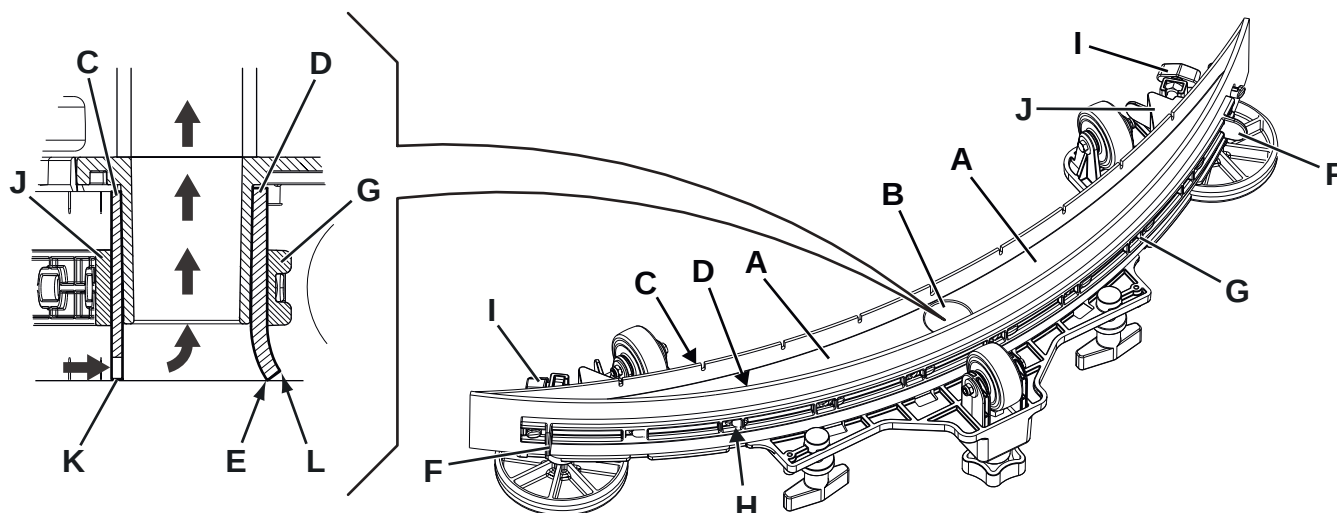

Figure 11
2. S'assurer que la machine est éteinte avec la clé opérateur (41) retirée.
3. Desserrer les boutons (14) et déposer l'embouchure (29).
4. Laver et nettoyer l'embouchure. Nettoyer en particulier les compartiments (A, Fig. 11) et l'orifice (B) de la saleté et des déchets. Contrôler que la lamelle en caoutchouc avant (C) et la lamelle en caoutchouc arrière (D) sont intactes et qu'elles ne présentent pas de coupures ou déchirures ; en cas contraire, les remplacer comme indiqué au paragraphe suivant.
2. Contrôler que la lamelle en caoutchouc avant (C, Fig. 11) et la lamelle en caoutchouc arrière (D) sont intactes et qu'elles ne présentent pas de coupures ou déchirures ; en cas contraire, les remplacer en procédant comme suit. Contrôler que l'arête avant (E) de la lamelle en caoutchouc arrière n'est pas usée ; en cas contraire, tourner la lamelle en caoutchouc, en remplaçant l'arête usée avec l'une des trois arêtes intactes. Si toutes les arêtes sont usées, remplacer la lamelle en caoutchouc en procédant comme suit :
- À l'aide de la lamelle (F), libérer et retirer la bande élastique (G) des dispositifs de retenue (H), puis remplacer/renverser la lamelle en caoutchouc arrière (D).
- Dévisser les boutons (I) et enlever la bande de retenue (J), puis remplacer/renverser la lamelle en caoutchouc avant (C).
3. Reposer l'embouchure (29) et serrer les boutons (14).
- Vérifier que le rabat (K) de la lamelle en caoutchouc (C) et le rabat (L) de la lamelle en caoutchouc arrière (D) posent comme indiqué sur la figure.
- Pour le réglage, utiliser la manette (15).